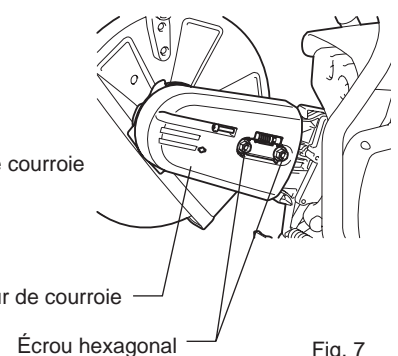

Fig. 7
- (7) Installez le protecteur de courroie. (Fig. 7)